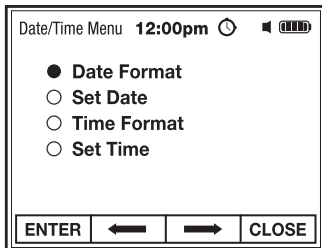

Fig. 25
2. Utilice los botones de función para seleccionar e INGRESAR la fecha o la hora deseada de ajuste (Fig. 25).
1. Desde el Menú de Fecha/Hora, seleccione e INGRESE el Formato de la Fecha (Fig. 25).
1. Desde el Menú de Fecha/Hora, seleccione e INGRESE Ajustar la Fecha (Fig. 25).
1. Desde el Menú de Fecha/Hora, seleccione e INGRESE Formato de la Hora (Fig. 25).
1. Desde el Menú de Fecha/Hora, seleccione e INGRESE Ajustar la Hora (Fig. 25).